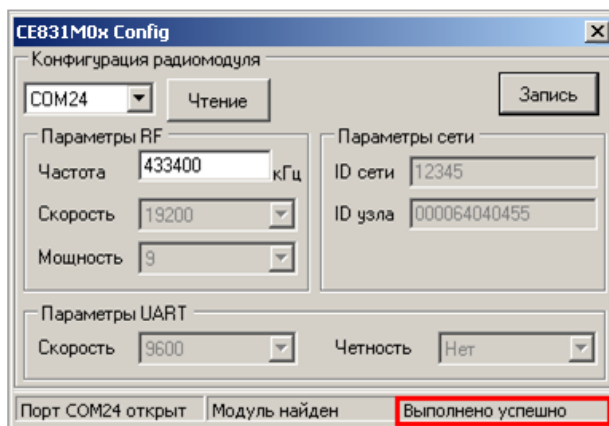

Рисунок 16 – Сообщение о результате выполнения операции
5.3.3.3.15 Запись нового значения частоты выполняется по нажатию кнопки «Запись». В случае успешной записи в строке статуса отобразится сообщение «Выполнено успешно», а текущие настройки радиомодуля отобразятся в соответствующих полях окна программы (см. рисунок 16). В случае если в строке статуса отобразилось сообщение «Ошибка», необходимо повторить запись.